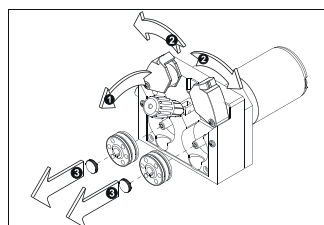

Figura 14: Remover Os Rolos De Acionamento Do Fio
- Se você precisar substituir os roletes de alimentação de arame, empurre a alavanca do rolete de pressão em sua direção. Após puxar e levantar os roletes de pressão, desaparafuse os parafusos dos roletes de alimentação de arame e remova os roletes existentes (Figura 14).